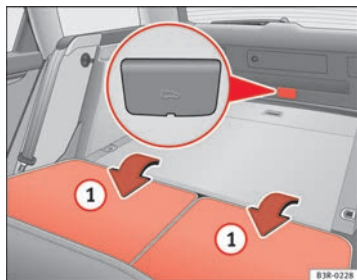

Fig. 75 Particolare della parte posteriore dell'abitacolo e del bagagliaio: accesso al dispositivo di apertura d'emergenza
- Ribaltare in avanti entrambi gli schienali posteriori ① ⇒ fig. 75.